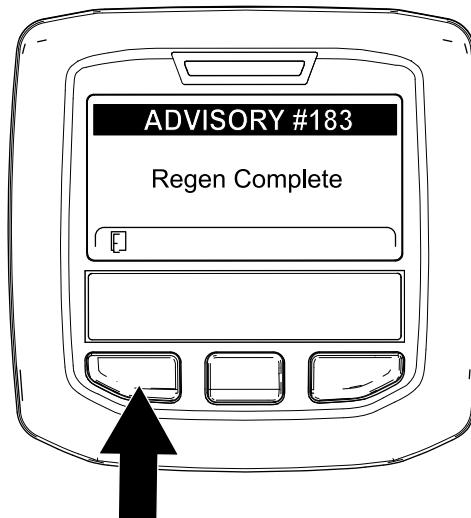

Bild 51
9. Wenn der Motorcomputer eine geparkte Regenerierung oder eine Wiederherstellung-Regenerierung abschließt, wird im InfoCenter ADVISORY #183 (**Bild 51**) angezeigt. Drücken Sie die linke Taste, um den Homebildschirm anzuzeigen.
Hinweis: Wenn die Regenerierung nicht abgeschlossen wird, wird im InfoCenter „Advisory #184“ (**Bild 51**) angezeigt. Drücken Sie die linke Taste, um den Homebildschirm anzuzeigen.